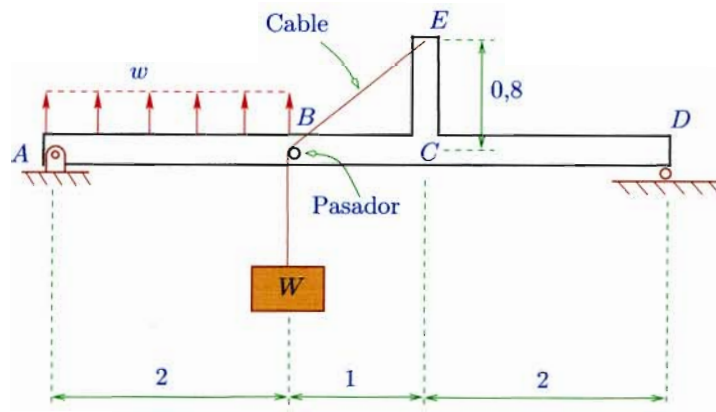

Figura 2: Viga bajo la acción de fuerza uniforme y bajo el efecto de un peso.
2. Determine y haga un gráfico aproximado de las cargas internas para la viga $ABCD$ de la Figura 2. La viga está sometida a una fuerza uniforme $w = 1000\text{N/m}$. Un cable inextensible se amarra al punto E y pasa alrededor de un pasador en B sin roce sosteniendo un peso $W = 500\text{N}$. Las dimensiones en la Figura 2 están en metros. (25 puntos)